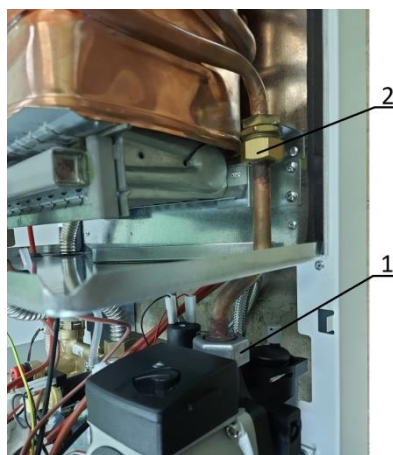

Рис. 17. Демонтаж трубы насоса
- 4) ключом на 30 отвернуть гайку 2 и ключом на 38 отвернуть гайку 1 (см. Рис. 17) крепления трубы к штуцеру теплообменника и крепление трубы к насосу и отвести трубу в сторону.